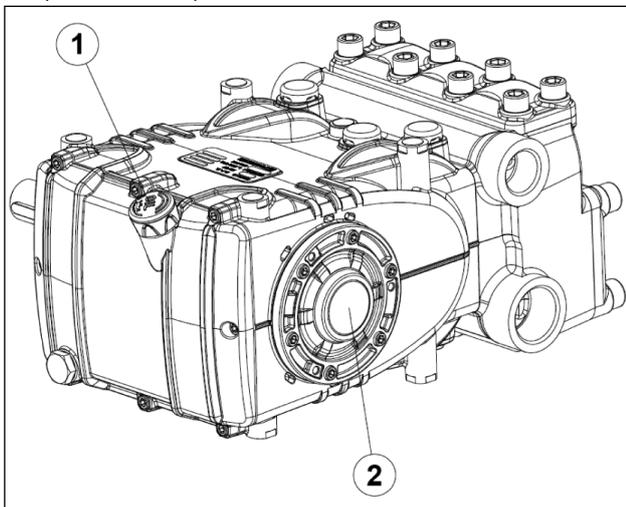

Рис. 14
5. Уровень масла в корпусе насоса проверяется с помощью соответствующего щупа (поз. ① Рис. 14) и, в исключительных случаях, с помощью указателя уровня (поз. ② Рис. 14).